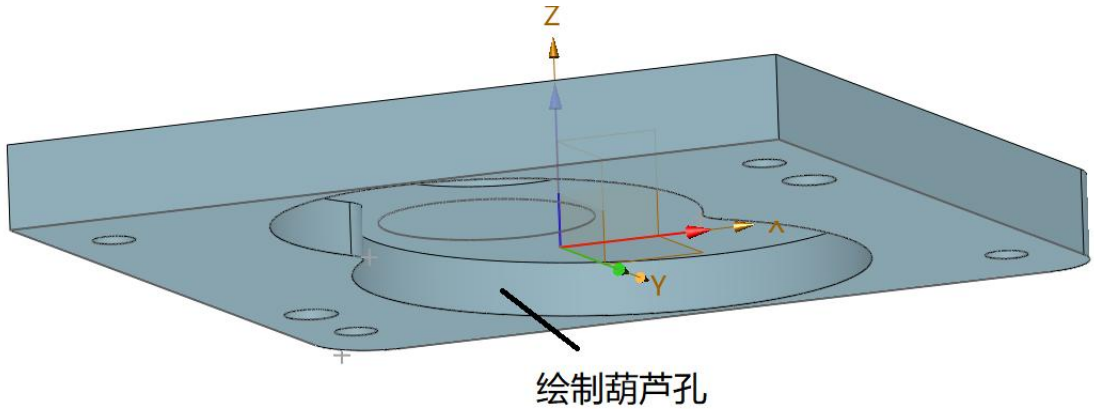

图 9-11 绘制葫芦孔
7、采用 9-10 绘制的实线进行拉伸修剪主体。如图 9-11 所示。